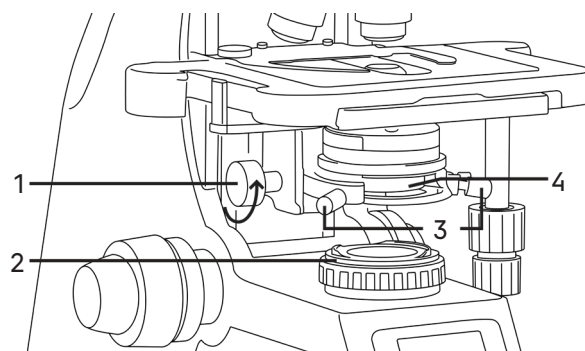

Рис. 12. Центрировка конденсора
- Наблюдая в окуляры, прикройте полевую и апертурную диафрагму, так чтобы была освещена только центральная часть поля зрения – рис. 12а.
- Раскройте полевую диафрагму **2** немного больше, чем размер поля зрения – рис. 12с. Может потребоваться дополнительная центрировка.